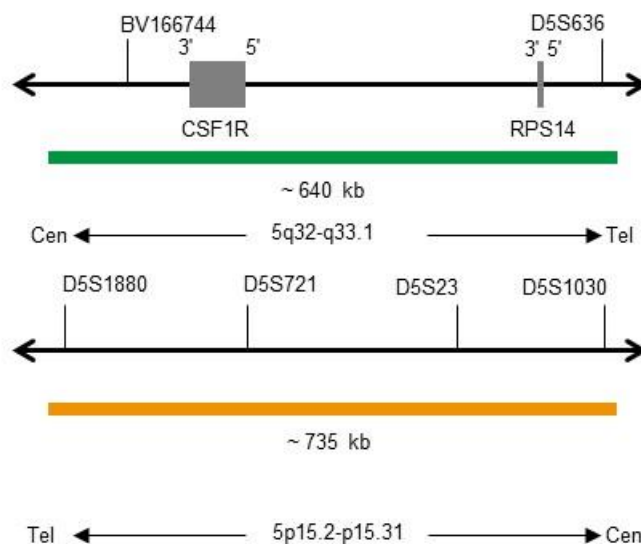

Fig. 1 : En haut : Carte de la sonde SPEC CSF1R ; En bas : Carte de la sonde SPEC D5S23,D5S721 (pas à l'échelle)
- Polynucléotides marqués au ZyGreen (excitation 503 nm/émission 528 nm) (~10 ng/μl), qui ciblent une séquence de 5q32-q33.1* (chr5:149,274,320-149,913,159) hébergeant la région du gène CSF1R (voir figure 1).
- Polynucléotides marqués au ZyOrange (excitation 547 nm/émission 572 nm) (~4,5 ng/μl), qui ciblent une séquence de 5p15.2-p15.31* (chr5:9,233,775-9,967,465) hébergeant le locus D5S23,D5S721 (voir figure 1).